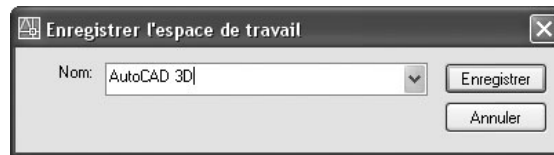

Fig.25.3
- [3] Dans la boîte de dialogue **Enregistrer l'espace de travail** (Save Workspace) entrer un nom dans le champ **Nom** (Name), puis cliquer sur **Enregistrer** (Save) (fig.25.3).